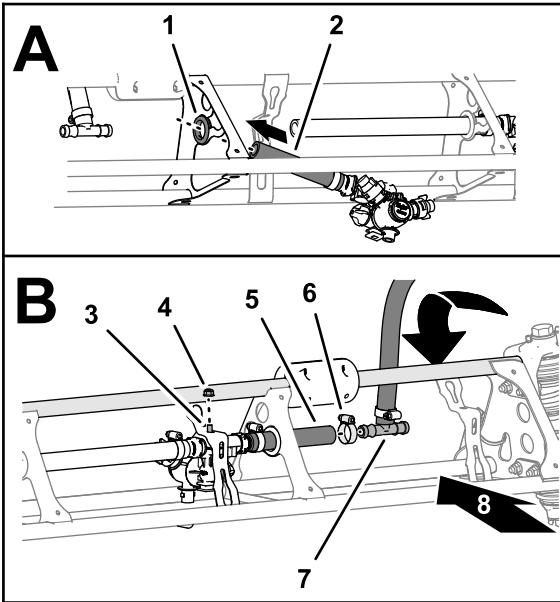

Figure 117
1. Insérez le flexible de l'ensemble débitmètre/tourelle de buse R2 dans l'œillet intérieur de cadre en treillis (Figure 117).
2. Branchez le flexible du côté intérieur de l'ensemble débitmètre/tourelle de buse R3 sur le raccord cannelé droit de l'ensemble débitmètre/tourelle de buse R2, et fixez le flexible au raccord à l'aide d'un collier de serrage (Figure 117).
3. Alignez le raccord en T cannelé du flexible d'alimentation de section droite sur le tube supérieur du cadre en treillis de la section de rampe droite, comme montré à la Figure 117.
4. Fixez le raccord en T cannelé du flexible d'alimentation de section droite dans le flexible court de l'ensemble débitmètre/tourelle de buse R2 à l'aide d'un collier de serrage (Figure 117).
5. Insérez le boulon d'étrier de tourelle dans le trou du support de buse, et fixez l'ensemble buse/débitmètre au support (Figure 117) à l'aide d'un contre-écrou à embase (5/16").